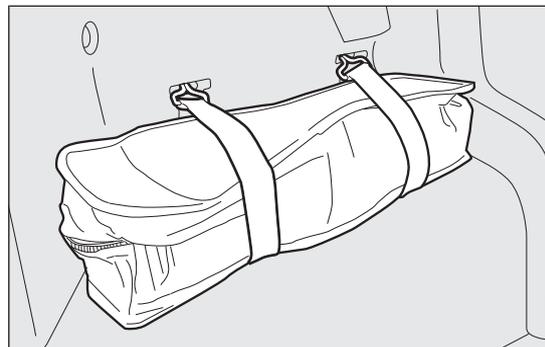

fig. 115
- ouvrir le hayon du coffre à bagages, prélever la boîte à outils fig. 115 située sur le côté gauche du coffre en détachant les élastiques de retenue et la placer à côté de la roue à remplacer ;